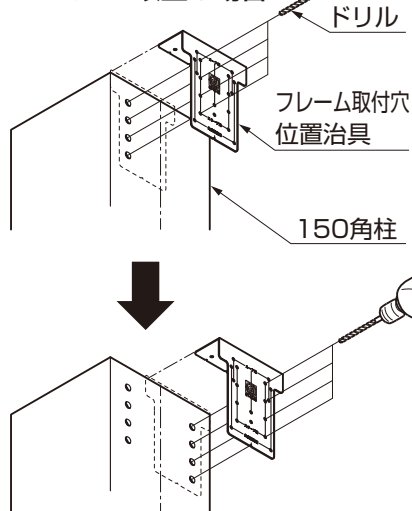

図4-30 柱穴加工無し面への取付け
- ①フレーム取付穴位置治具を柱にあて、ケガキ、ドリルで $\phi 4.5$ の穴をあけてください。(図4-30参照)
- ②スリーブをフレームに、【13-1】で取付けてください。